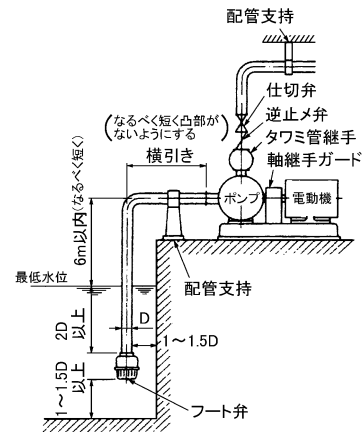

図2 据付図
- (1) 取扱液に異物（配管の切粉、砂等）が混入する恐れがある場合は、吸込側にストレーナを取付けてください。また、ストレーナが目詰まりしないよう定期的に清掃してください。
- (2) ポンプに吸込配管、吐出し管の荷重がかかると芯狂いの原因となりますので、図2のように十分な配管支持をしてください。
- (3) 配管が長い場合、実揚程が高い場合、自動運転の場合、圧力タンクへの送水の場合、および2台以上のポンプを並列運転する場合には、必ず逆止め弁を取付けてください。逆止め弁は、ポンプ本体と吐出し弁の間に取付けてください。
- (4) 装置上どうしても空気だまりが避けられない箇所には、空気抜き弁を取付けてください。ただし、吸込配管などで負圧になる所には取付けてください。逆に空気を吸込みます。
- (5) 配管を保温する場合、電動機部は絶対に保温を避けてください。
- (6) 熱源の近くにポンプを据付ける場合、熱源からの熱がポンプに伝わらないようにしてください。
- (7) 水撃（ウォーターハンマ）がおこる危険性のある場合は、急閉逆止め弁を設けるなどの対策を施してください
- (8) 冷温水循環用で配管系が密閉サイクルの場合は、膨張タンク、安全弁などを設けてください。
- (9) 吸上げの場合
- (a) 吸込配管の末端は、図2のように最低水位から管径(D)の2倍以上深く、底より1~1.5D以上離してください。